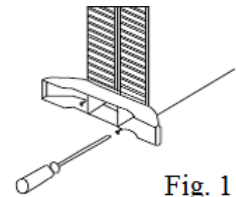

Fig. 1
13.Para montar los pies, siga las instrucciones de la imagen 1.